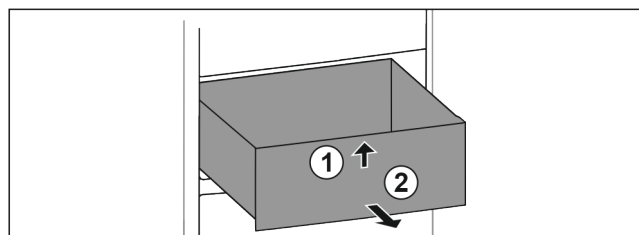

Fig. 16
- ▶ Le soulever à l'avant Fig. 16 (1).
- ▶ Sortir le tiroir par l'avant Fig. 16 (2).